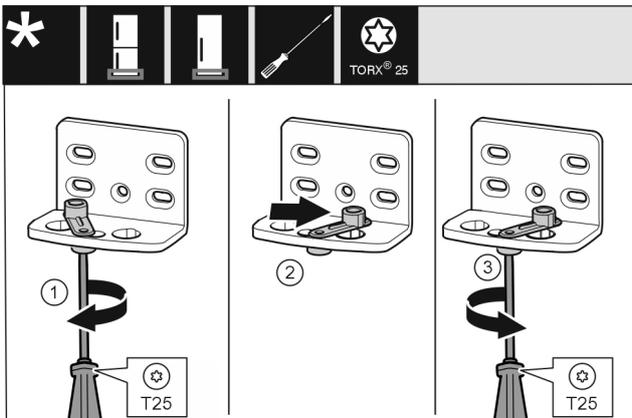

Fig. 17 *
- ▶ Отпустите винт Fig. 17 (1) отверткой.*
- ▶ Приподнимите фиксатор двери Fig. 17 (2) и, повернув на 90° вправо, вставьте в отверстие.*
- ▶ Затяните винт Fig. 17 (3) отверткой.*